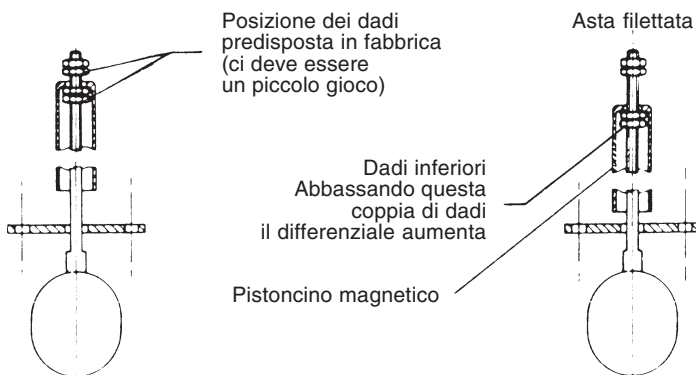

Fig. 5
- 2 - Smontare il pozzetto amagnetico, e con esso l'intera custodia, agendo sull'esagono (41 mm) sottostante la base. In questo modo si accede direttamente al pistoncino magnetico ed ai relativi dadi di fermo (vedi fig. 5)